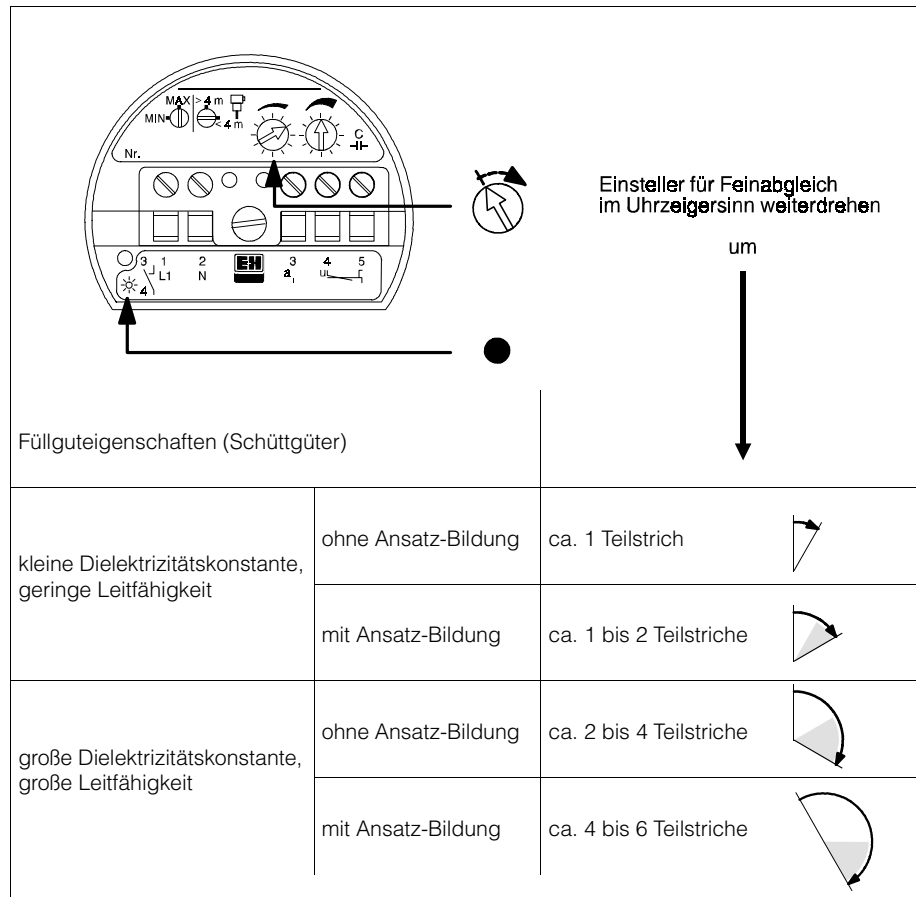

Fig. 21
- Gehen Sie beim Abgleich nach der Bildreihe Fig. 19 bis Fig. 21 vor.